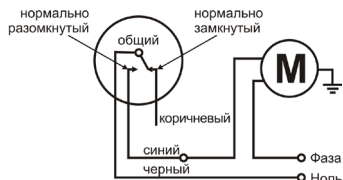

Рис. 2 – Схема подключения на режим наполнения
1.3. Подключите кабель поплавкового выключателя к электронасосу согласно нужной схеме подключения (рис. 2 или рис. 4)
2.1. Подключите синий провод поплавкового выключателя к электронасосу, а черный – к нулю, как показано на рис. 2.